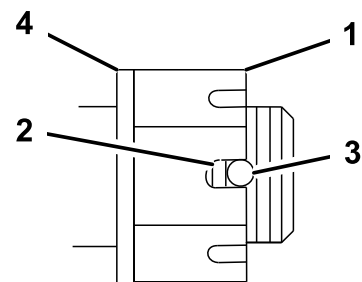

Bild 51
4. Ziehen Sie die geschlitzte Mutter auf 170 Nm an (Bild 51).
5. Überprüfen Sie den Abstand vom unteren Schlitzende in der Mutter zur Innenkante der Öffnung. Es sollten maximal zwei Gewinde sichtbar sein (Bild 51).
7. Ziehen Sie die geschlitzte Mutter auf 170 Nm an (Bild 51).
8. Ziehen Sie die Mutter an, bis die nächste Schlitzreihe auf einer Linie mit der Öffnung im Schaft liegt (Bild 51).